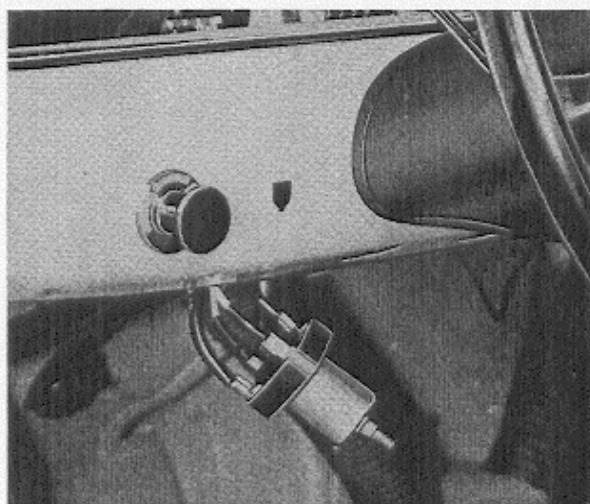

Abb. 98 Schalter ausgebaut
3. Den Lichtschalter nach hinten durchziehen und dann unten herausnehmen, siehe Abb. 98.